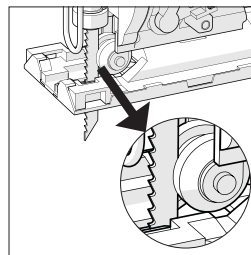

Fig 2
- Compruebe la parte trasera de la hoja para asegurarse de que ha encajado en la ranura del rodillo guía. **(Fig. 2)**